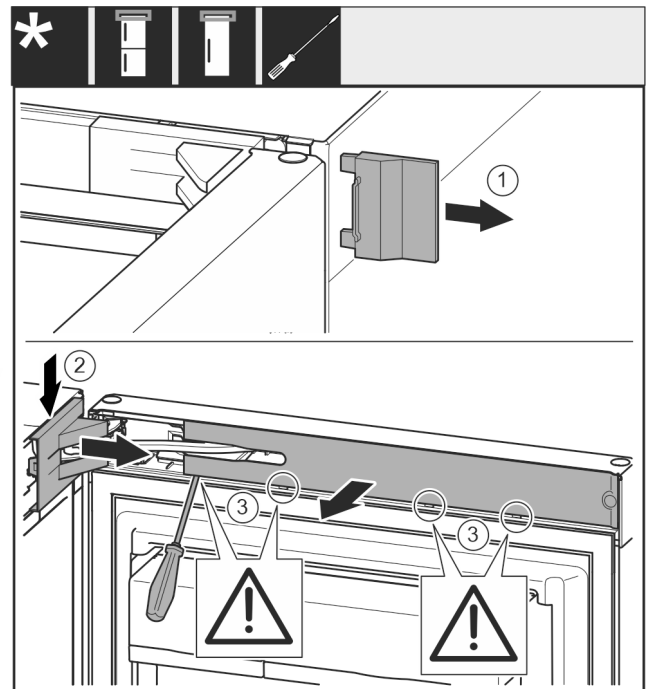

Fig. 10
- Снимите крышку Fig. 10 (1).
- При помощи отвертки отцепите крышку опорного кронштейна Fig. 10 (2) и отсоедините ее.
- Снимите крышку опорного кронштейна Fig. 10 (2).
- При помощи шлицевой отвертки отцепите накладку Fig. 10 (3) и отведите ее в сторону.